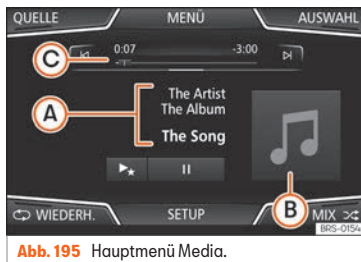

Abb. 195 Hauptmenü Media.
- Drücken Sie die Infotainment-Taste **MEDIA** / **CD** » **Abb. 172** **4**, » **Abb. 173** **4**, um das Hauptmenü **Media** » **Abb. 195** zu öffnen.
Die derzeit gespielte Mediaquelle wird beim Drücken der Funktionsfläche **QUELLE** » **Abb. 195** im Pull-down-Menü angezeigt.
⏮ / ⏭	Titelwechsel im Media-Modus oder schneller Vorlauf/Rücklauf » Abb. 195 .